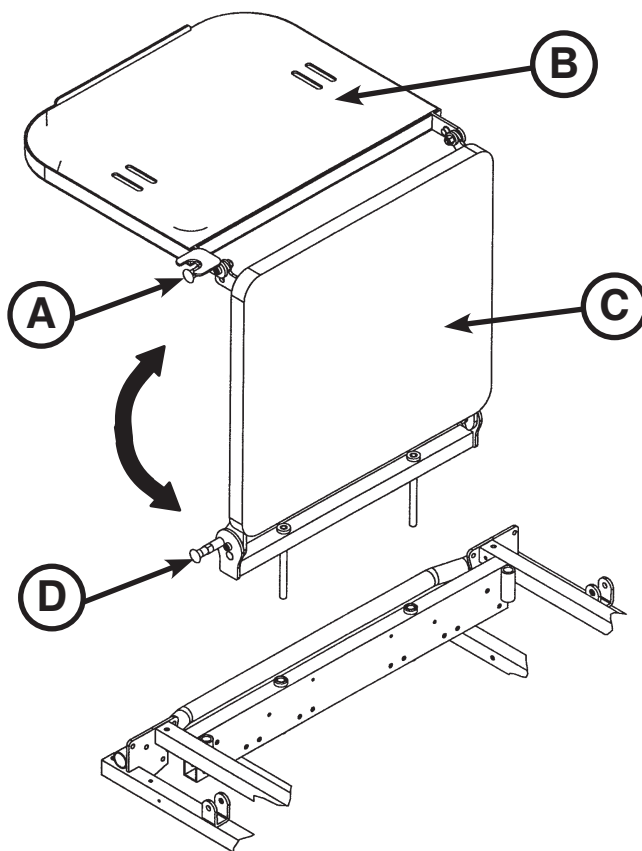

Figura 19. Prolunga poggiapiedi/
Per l'uso come vassoio del defibrillatore, estrarre la manopola superiore (A) e ruotare il vassoio (B) sulla prolunga poggiapiedi (C) fino a quando il vassoio si estende orizzontale sull'estremità piedi della barella, come illustrato nella Figura 19.
Per l'uso come prolunga poggiapiedi, estrarre la manopola (A) e ruotare il vassoio del defibrillatore all'indietro fino a quando si blocca contro la prolunga poggiapiedi (C). Tenendo ferma l'unità, estrarre la manopola inferiore (D) e abbassare la prolunga poggiapiedi fino a portarla in posizione orizzontale, come illustrato nella Figura 19.